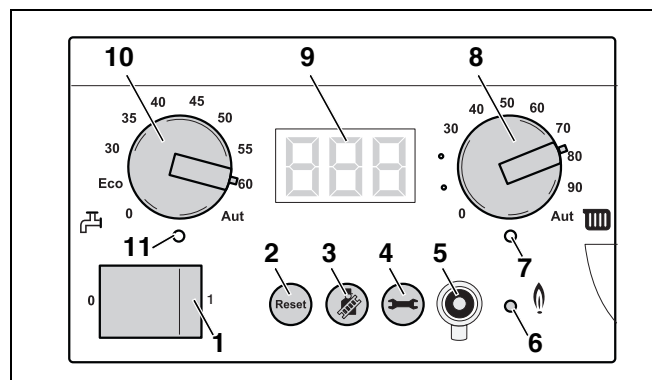

Рис. 55 Главный регулятор BC10
Пусковым выключателем (рис. 55, поз. 1) можно включать и выключать отопительный котел.
В случае неисправности может потребоваться повторный пуск отопительного котла с помощью кнопки "Сброс" (рис. 55, поз. 2).
С помощью кнопки "Трубочист" (рис. 55, поз. 3) можно установить на котле режим теста дымовых газов, сервисный и ручной режим.
В режиме "Трубочист", сервисном и ручном режиме действует максимальная температура воды в системе отопления, которая соответствует установке ручки управления "Максимальная температура воды в системе отопления" (рис. 55, поз. 8) на главном регуляторе BC10.
- Ограничьте максимальную температуру котловой воды с помощью ручки управления "максимальная температура котловой воды" (рис. 55, поз. 8) значением допустимой температуры подающей линии отопительного контура пола (обычно максимум 40 °C).
С помощью кнопки "Индикация состояния" (рис. 55, поз. 4) на дисплее могут быть отображены актуальные значения температуры котловой воды, давления установки и т.д. См. также таб. 18, „Индицируемые значения“, стр. 85, таб. 19, „Индицируемые установки“, стр. 85 и таб. 20, „Индицируемые коды“, стр. 86.